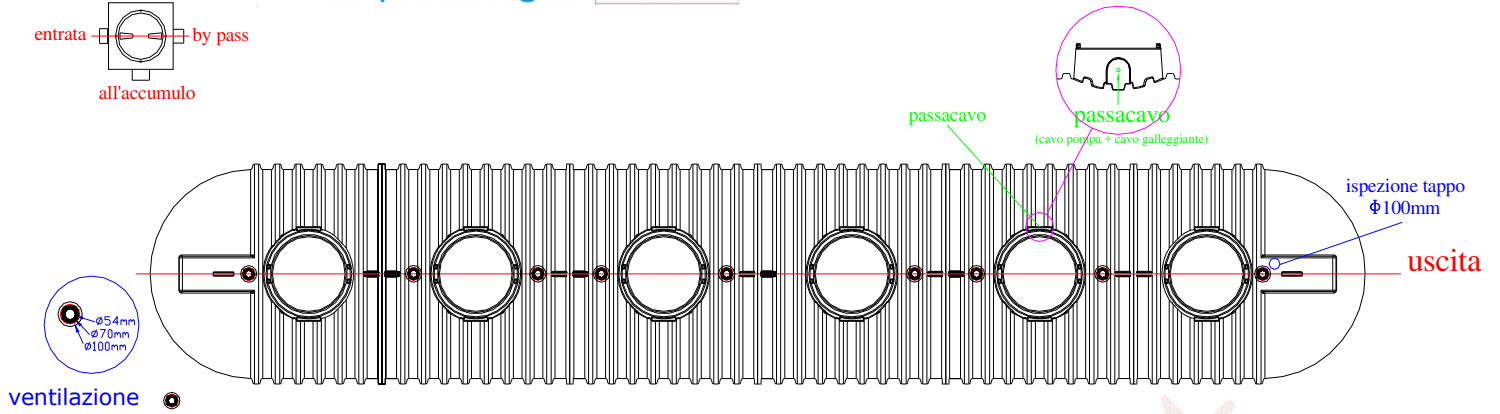
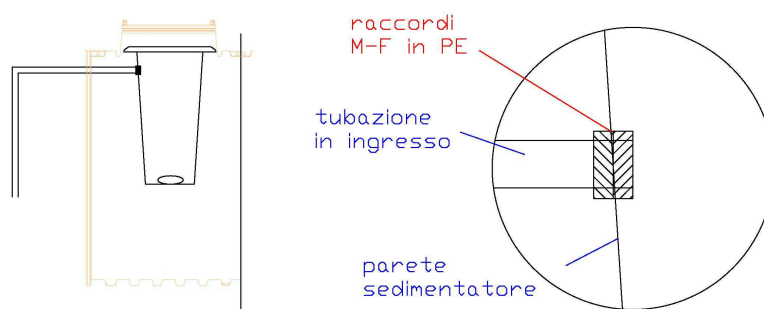

Fig.2 - Posizionamento collegamenti sfiati, cavo pompa e galleggiante
Fig.4 – Rimozione sedimentatore
7.2. Collegamento sfiati (ventilazione) (Fig.2)
- Collegare il galleggiante di azionamento posto a fondo vasca (passacavo Fig.2); posizionarlo verticalmente a 2 cm dal fondo; assicurarsi che il fermo sia posizionato a circa 15 cm dal bulbo (Fig.4)